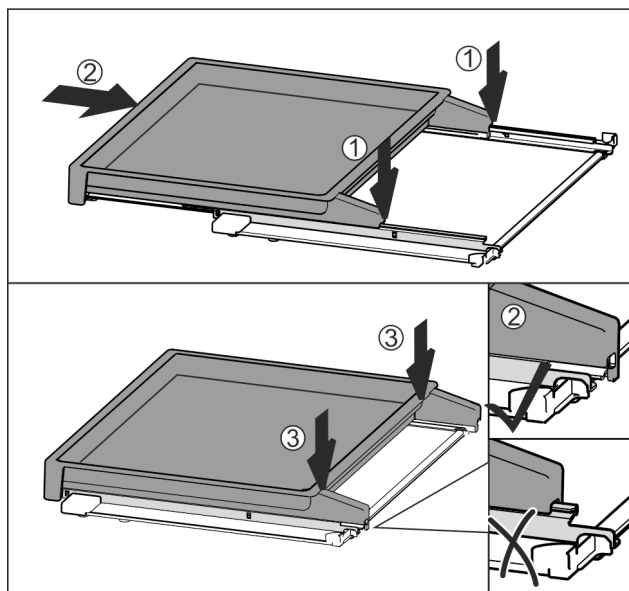

Fig. 113
- ▶ Așezați centrat pe șine Fig. 113 (1).
- ▶ Împingeți complet raftul extractibil în interior Fig. 113 (2).
- ▶ Apăsăți pe partea din spate, până când acesta se cuplează cu un zgomot specific Fig. 113 (3).